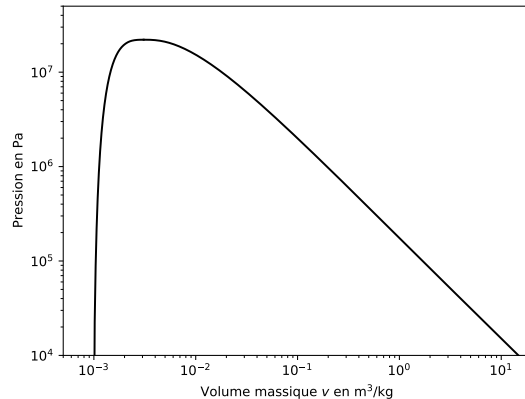

FIGURE 2 – Diagramme de Clapeyron de l'eau
**Q.1** Sur le diagramme de Clapeyron de la FIGURE 2 que vous reproduirez, préciser la position du point critique, les parties courbes de rosée et d'ébullition. Indiquer également les domaines où se trouve le liquide, le mélange diphasique et la vapeur surchauffée.